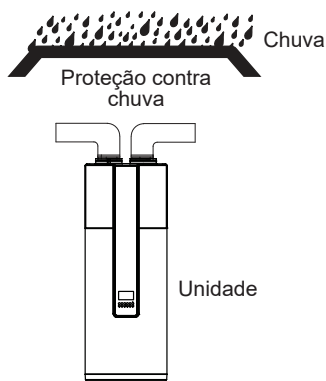

Fig. 3-13
- Em caso de entrada de chuva nos componentes internos da unidade, o componente pode ficar danificado ou causar perigo físico. (Fig. 3-13)
- Em termos de ligação da unidade com a conduta que chega ao exterior, deve ser aplicada uma medida fiável de resistência à água na conduta, para evitar que a água aceda ao interior da unidade. (Fig. 3-13)